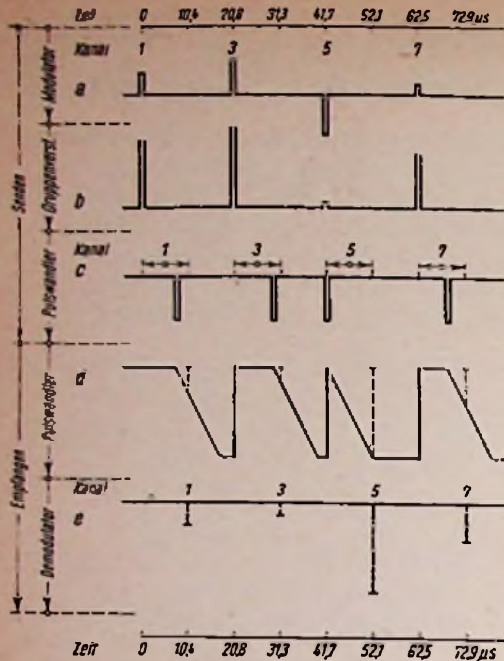

Bild 4. Impulsformen im PPM-Modulations- und Demodulationsgestell
Für die Hilfsspannungen ist ein quarzstabilisierter 48-kHz-Puls-generator mit nachgeschaltetem Frequenzteiler 48 : 8 und Phasenschieber vorgesehen. — Das im Fernsprecherkehr zu übertragende Gleichstromzeichen betätigt ein jedem Modulator zugeordnetes Telegrafengerät. Dieses bewirkt, daß während der Dauer des Zeichens die Kanalimpulse die größtmögliche negative Amplitude erhalten, d. h. die größtmögliche zeitliche Vorversetzung des Impulses wie Kanal 5 in Bild 4. Diese direkte Zuführung der Ruf- und Wahlzeichen ohne jedes Umsetzen ist einer der großen Vorzüge des PPM-Systems. Grundsätzlich arbeitet die PPM-Anlage pro Sprechkanal als Vierdrahtverbindung; Ein- und Ausgangspegel entsprechend den normalen Werten im Drahtsprecherkehr, so daß PPM-Anlagen in jedes Drahtfern-sprechnetz beliebig eingefügt und auch Teilstücke von Wechselstrom-Telegraf-einrichtungen (WT) bilden können; ein Sprechkanal kann bis zu 24 WT-Kanäle tragen.